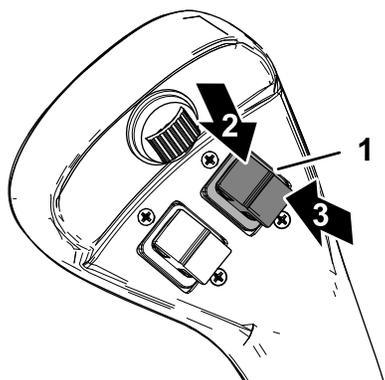

Рисунок 21
- Нажмите переключатель выдвижения/втягивания стрел погрузчика (Рисунок 21) вверх, чтобы выдвинуть стрелы погрузчика.